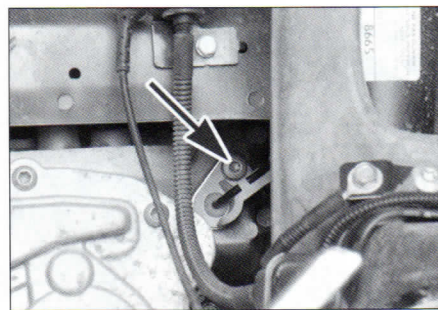

FIG. 4
- Por el paso de rueda izquierdo, desmontar el tornillo de fijación del cable de marcha atrás y separarlo (**fig. 4**).